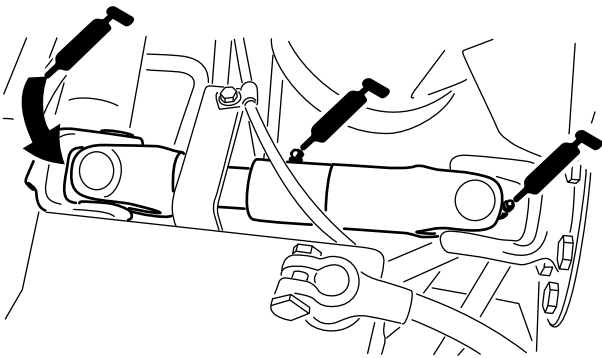

**Bild 50**
- U-Gelenk der Pumpenantriebswelle (3) (Bild 50)